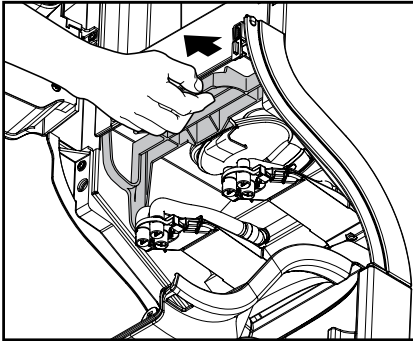

Fig. 27
- Puxe o bloqueio para soltar o console inteiro do agitador. (Fig. 27)